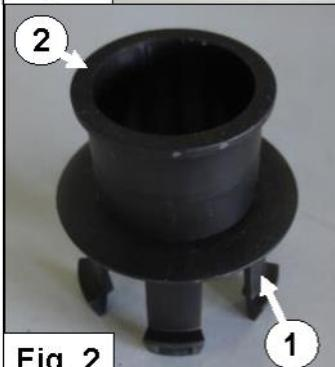

Fig. 2
2. Si nécessaire: Enlever les bouchons en plastique **1 & 2** de poutre le bras du suspension. Voir fig. 2.